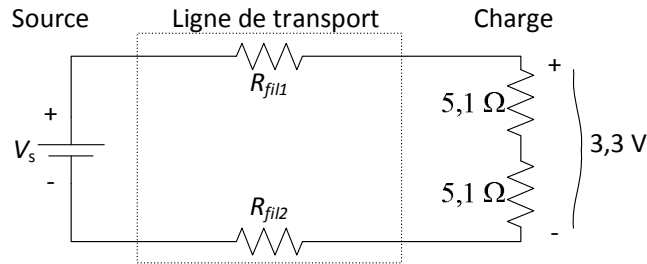

Figure 5 Schéma électrique de la configuration B.
La deuxième configuration à évaluer consiste à relier les résistances de charge en série. Comme à la configuration A, cette charge est reliée directement à la ligne de transport (figure 5).
- ⑧ Réalisez le montage illustré à la figure 5. Ajustez la source de façon à obtenir une différence de potentiel de 3,3 V à la charge. Si vous n'arrivez pas à obtenir précisément la tension demandée à la charge, utilisez la valeur indiquée par le voltmètre dans le tableau 2, à la place de la valeur 3,3 V (par exemple, 3,299 V).
- ⑨ Mesurez la différence de potentiel de la source à l'aide du multimètre (ne pas utiliser l'afficheur de la source), et consignez votre résultat dans le tableau 2.
- ⑩ À partir de vos mesures, calculez l'efficacité de transport η_{trsp} (équation (1)) et la résistance de la ligne de transport R_{fils} (équation (2)). Consignez la valeur de la résistance obtenue dans le tableau 1 ; l'efficacité obtenue peut être consignée dans le tableau 2. **Vérification** : si votre valeur calculée de R_{fils} n'est pas comparable à celle mesurée à l'aide de l'ohmmètre, vérifiez vos mesures, votre montage et vos calculs !